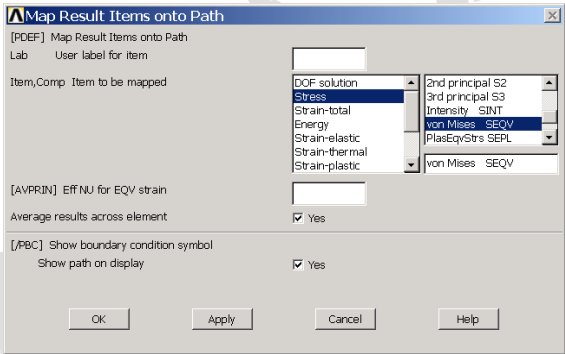

图6.37 映射数据到路径
(5) 单击 Main Menu>General Postproc>Path Operations>Map onto Path 菜单，弹出如图 6.37 所示的【Map Result Items onto Path】对话框。